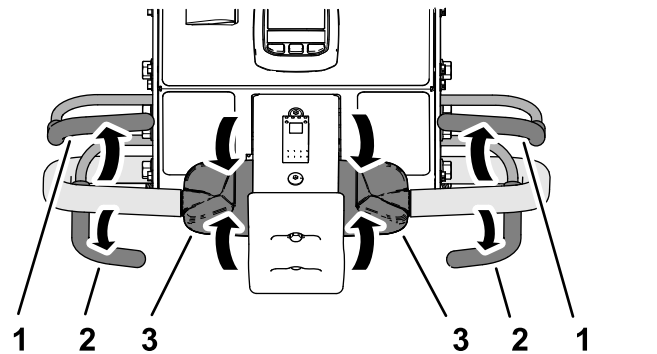

Figure 86
1. Si l'aération est en cours, relâchez la barre de commande d'aération (Figure 86) pour relever la tête d'aération ; voir Levage de la tête d'aération \(page 49\).